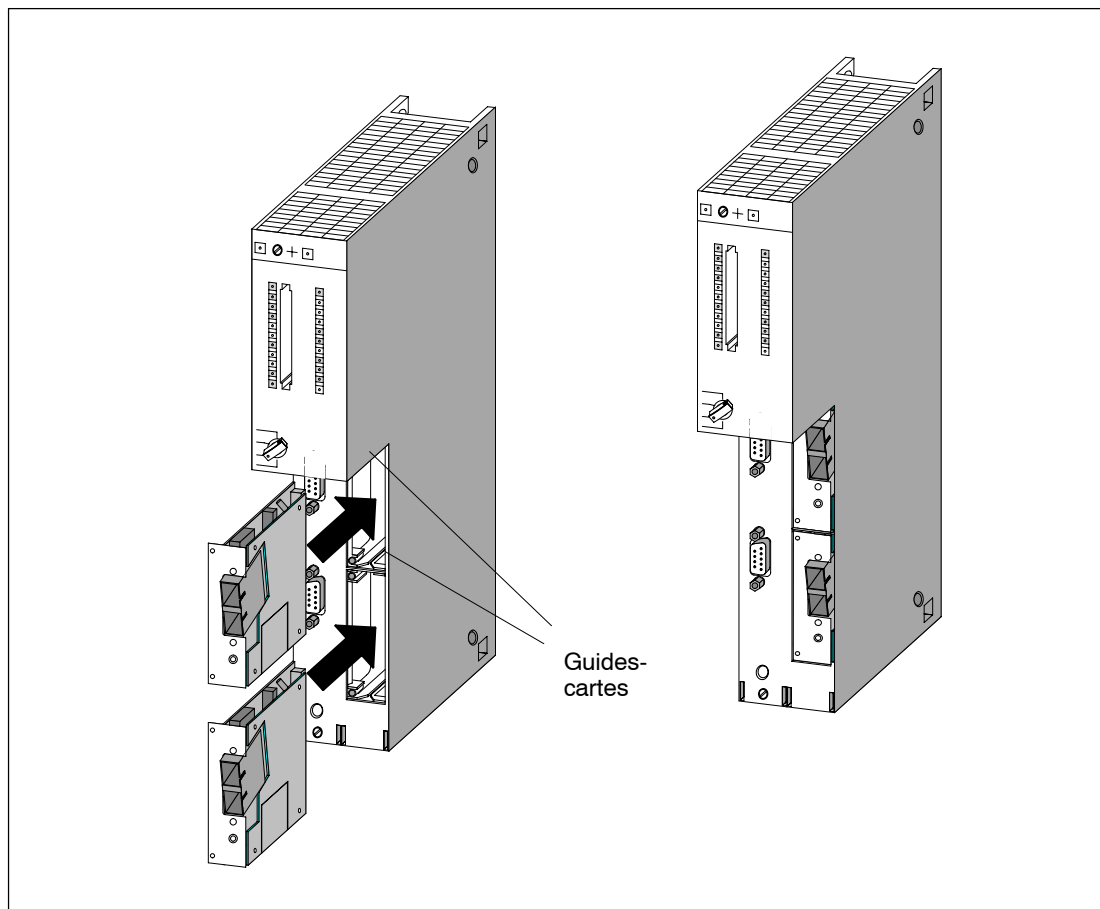

Figure 6-4 Montage de cartouches interfaces dans une CPU
2. Engagez le circuit imprimé de la cartouche dans le guide-carte supérieur et inférieur du logement, comme le montre la figure 6-4.